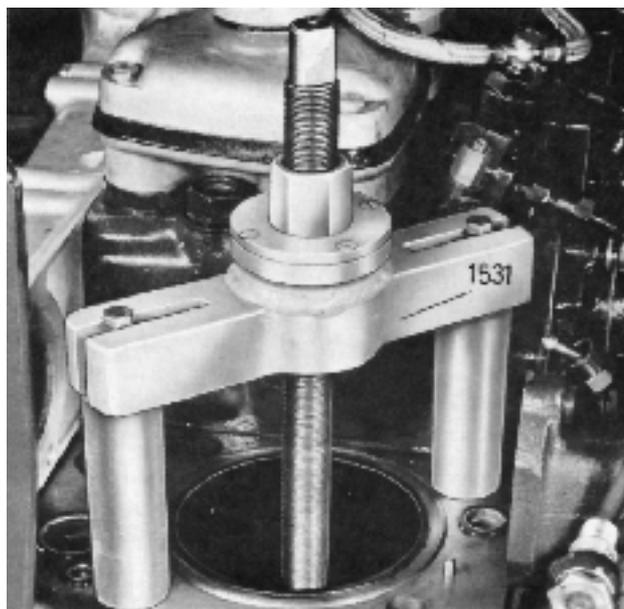

Fig. 34. Démontage de chemise de cylindre.
2. Démontez les chemises en se servant de l'arrache-chemise 1531 et de la plaque d'extraction 2089 pour les moteurs de la série 100, respectivement 2955 pour les moteurs de la série 120 (voir la figure 34).